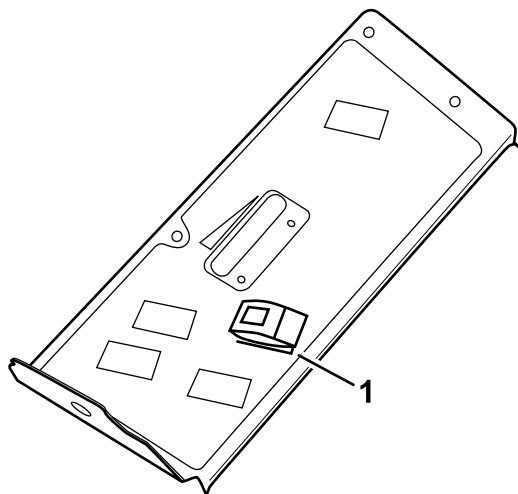

Figura 18
- L'**interruttore delle luci di emergenza** aziona le luci di emergenza e funziona sia quando l'interruttore di accensione della macchina è in posizione ON, sia quando è in posizione OFF (Figura 18).